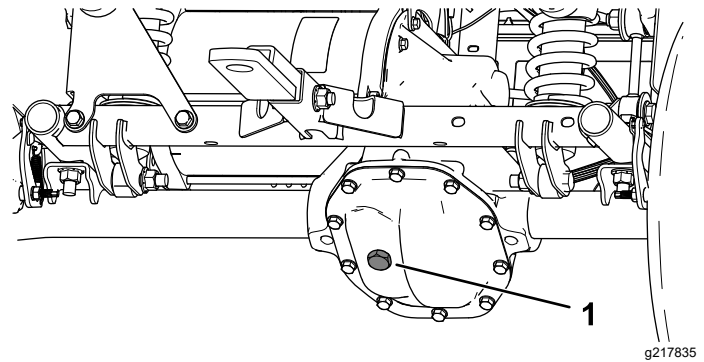

Figura 52
4. Retire el tapón de llenado del transeje (**Figura 52**).
5. Si el nivel de fluido es bajo, retire el tapón de llenado y añada fluido del tipo especificado hasta que salga del orificio (**Figura 52**).
4. Retire el tapón de llenado del transeje, y llene el transeje con el fluido especificado hasta que salga del orificio de llenado (Figura 52).